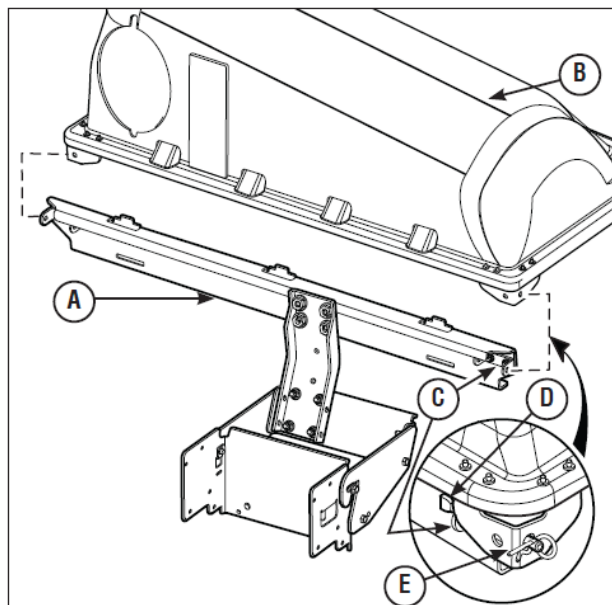

図9
6. カバーAssy（図9のB）を、ヒンジピボット（C）を使って、カバーサポートブラケット（A）に取り付けてください。カバーを図に示されているようにヒンジピン（D）とクイックピン（E）で固定してください。